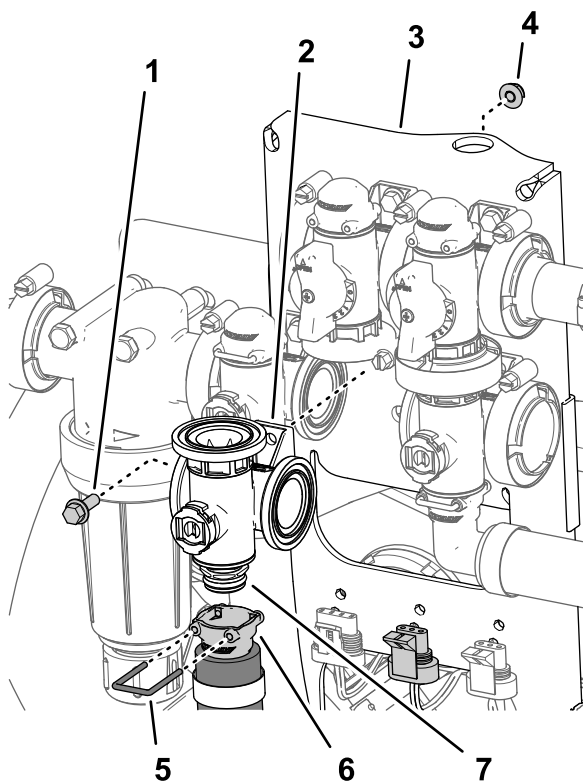

Figura 116
- Demontați opritorul care fixează fia de deconectare rapidă pe cuplajul colector cu deconectare rapidă pentru supapa de agitare (Figura 116).
- Îndepărtați urubul cu guler ($\frac{1}{4} \times \frac{3}{4}$ ") i contrapiulia cu guler ($\frac{1}{4}$ ") care fixează supapa de agitare la suportul de montare a supapei i îndepărtați colectorul supapei de la mână (Figura 116).